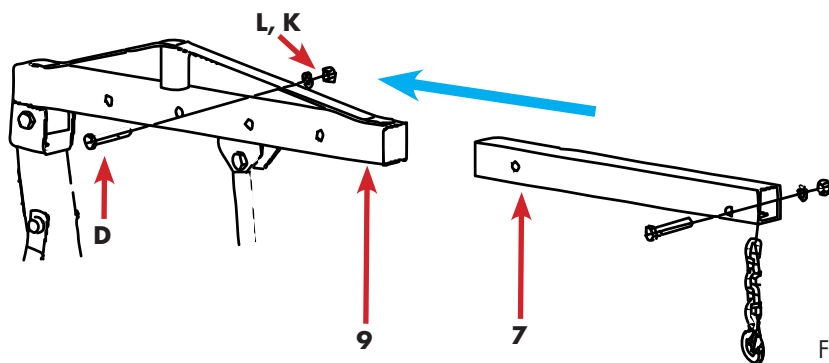

Fig.15
- Faire glisser la flèche dans le bras de support de manière à ce que l'orifice de la flèche corresponde à l'un des quatre trous de la flèche. Pour la fixer à la charge souhaitée. ehe Abb.15.
| Légende figure 15 (voir aussi page 15, figure 2 et tableau 1) | |